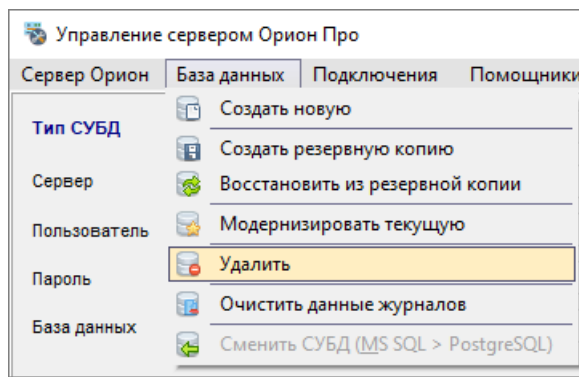

Рисунок 4-65 Переход к удалению БД
- 1) выберите в меню «База данных» (см. п. 4.3.1.2) пункт «Удалить» (см. Рисунок 4-65);